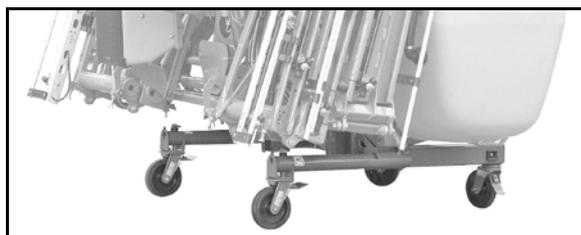

Fig. 8
- Apoyos de parada izquierdo y derecho (Fig. 8) para evitar la caída de la máquina cuando está parada